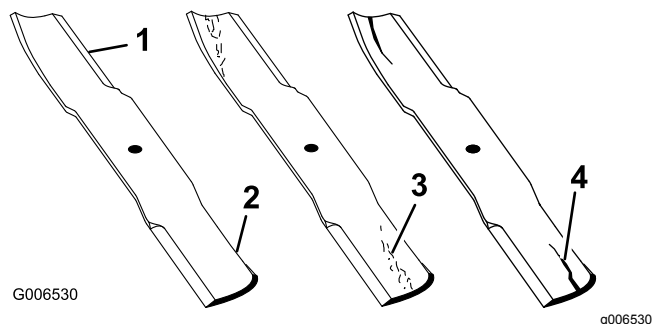

図 32
2. ブレードの切っ先を注意深く観察、特に、直線部と曲線部が交わる部分をよく観察する 図 32。この、直線部と曲線部の交差域は、砂などによる磨耗が進みやすい部分なので、機械を使用するまえによく点検することが必要。磨耗が進んでいる場合 図 32にはブレードを交換する **ブレードの取り外しと取り付け (ページ 21)**を参照。
ブレードの磨耗を放置すると、ブレードのセイル部と平坦部との間に割れ目が発生する 図 32。この割れ目が拡大すると、最終的にはブレードがちぎれてハウジングの下から飛び出し、これがオペレータや周囲の人に重大な人身事故となる。